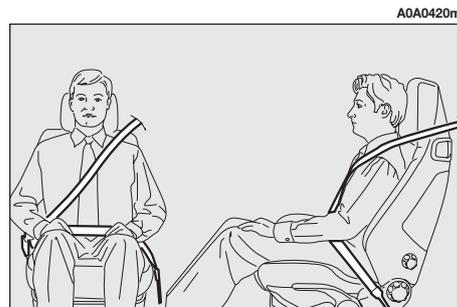

fig. 39
*Il nastro della cintura non deve essere attorcigliato. La parte superiore deve passare sulla spalla e attraversare diagonalmente il torace. La parte inferiore deve aderire al bacino (fig. 39) e non all'addome del passeggero. Non utilizzare dispositivi (mollette, fermi, ecc.) che tengono le cinture non aderenti al corpo degli occupanti.*